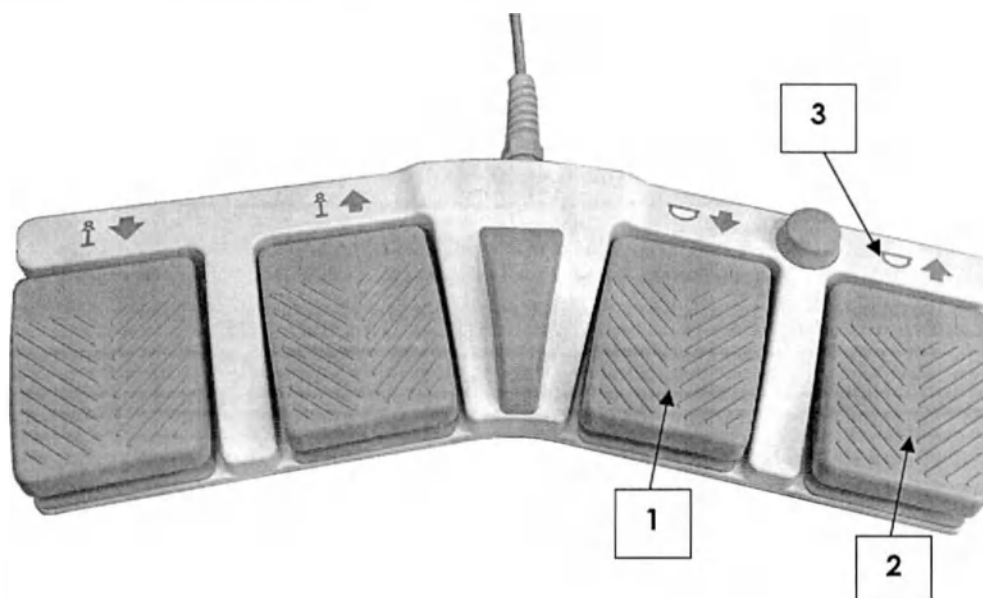

Рисунок 3.3.25 – Многофункциональные педали управления
компрессии увеличивается до максимального выбранного оператором значения; если железа плотная, компрессия автоматически останавливается при достижении силы 100 Н, и для дальнейшего увеличения силы компрессии, до выбранного оператором максимального значения, необходимо нажать педаль 1 (Рисунок 3.3.25) ещё раз. Если, при достижении выбранного оператором максимального значения силы компрессии, отпустить и нажать педаль ещё раз, усилие компрессии будет увеличиваться до максимально доступного значения (200 Н).
1. Для выполнения компрессии нажмите на педаль 1 (Рисунок 3.3.25). Компрессионная лопатка начнет опускаться.
2. Для выполнения декомпрессии/уменьшении силы компрессии нажмите педаль 2 (Рисунок 3.3.25).
3. Для быстрой декомпрессии нажатие кнопки 3 (Рисунок 3.3.25). Данная кнопка быстро освобождает железу от компрессии и возвращает компрессионную лопатку в крайнее верхнее положение.